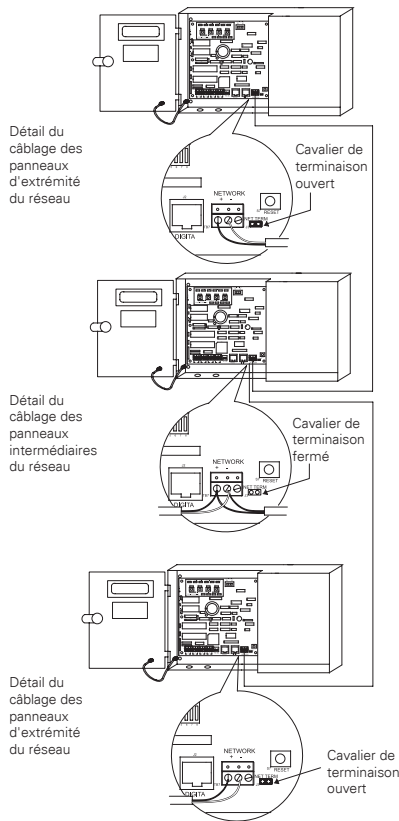

Figure 4. Câblage réseau
3. Paramétrez les bretelles de fin de réseau. Sur les panneaux d'extrémité de réseau, réglez-les à la position finale. Pour ce qui est des panneaux de milieu de réseau, enlever les bretelles de fin de réseau. Voir les figures 4 et 5 pour plus de détails.